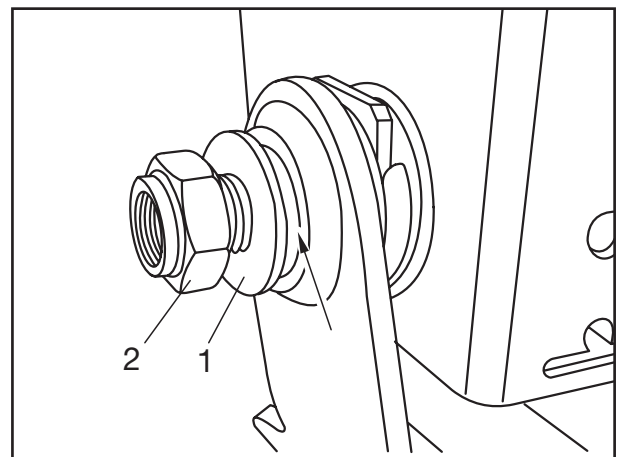

Fig. 11
- Kunststoffbuchse und Distanzbuchse in den Hebearm einsetzen (Fig. 11/Pfeil).
[14] Scheibe (Fig. 11/1) über den Federbolzen schieben, neue Sicherungsmuttern (Fig. 11/2) aufschrauben und mit dem vorgeschriebenen Anziehdrehmoment von:
Insert the plastic bush and spacer bush into the lift arm (Fig. 11/arrow).
- [14] Push washer (Fig. 11/1) over the spring pivot bolt, screw on new locking nut (Fig. 11/2) and tighten to the specified torque of hanger brackets:
- Installer la douille en plastique et la douille entretoise dans le bras de relevage (Fig. 11/ flèche).
- [14] Mettre la rondelle (fig. 11/1) sur le boulon de ressort, visser le nouvel écrou de sûreté (fig. 11/2) et fixer au couple de serrage prescrit de Main :
- [8] Fit locking nut (Fig. 11/2) and tighten to the specified torque of
- [8] Visser le nouvel écrou de sûreté (fig. 11/2) et fixer au couple de serrage prescrit de